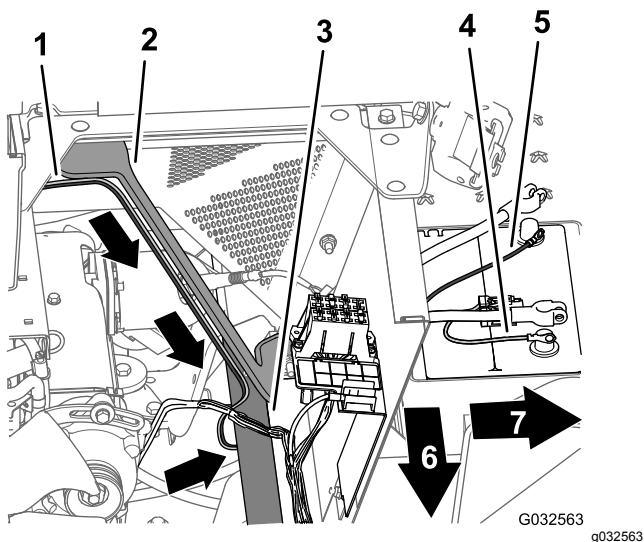

Рисунок 111
кожуха двигателя и под левой трубкой рамы (Рисунок 111).
4. Проложите ответвление длиной 165 см жгута проводов с предохранителем на 50 А и с положительной/отрицательной круглыми клеммами к верхней части аккумуляторной батареи (Рисунок 111).